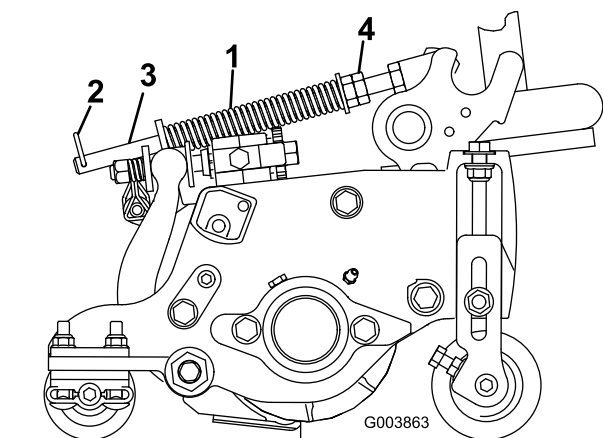

図 22
1. ヘアピンコッターがスプリングロッドの後の穴に差し込まれていることを必ず確認しておいてください図 22。
2. スプリングロッド前部の六角ナットを締めて、スプリング圧縮状態の長さが15.9 cm になるようにする図 22。